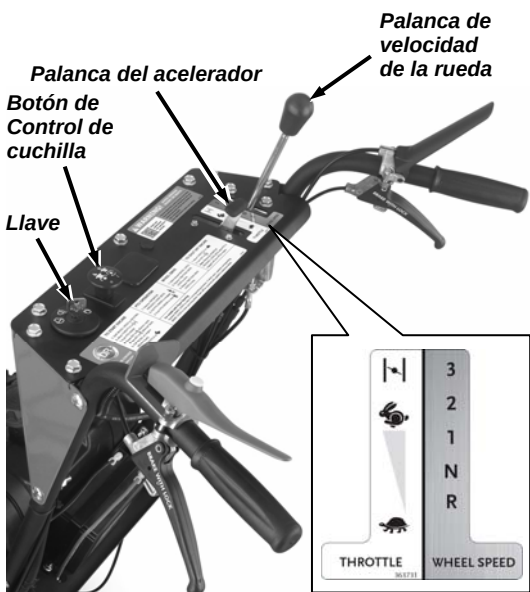

Figura 16
1. Poner la palanca de velocidad de las ruedas en punto muerto **N** (**Figura 16**).
3. Mueva la palanca del acelerador al estárter  (a rápido  si el motor ya está caliente) (**Figura 16**).
1. Poner la palanca de cambios en punto muerto **N** (**Figura 16**).
5. Cuando el motor se ponga en marcha, ponga el acelerador en la posición rápida  (**Figura 16**).